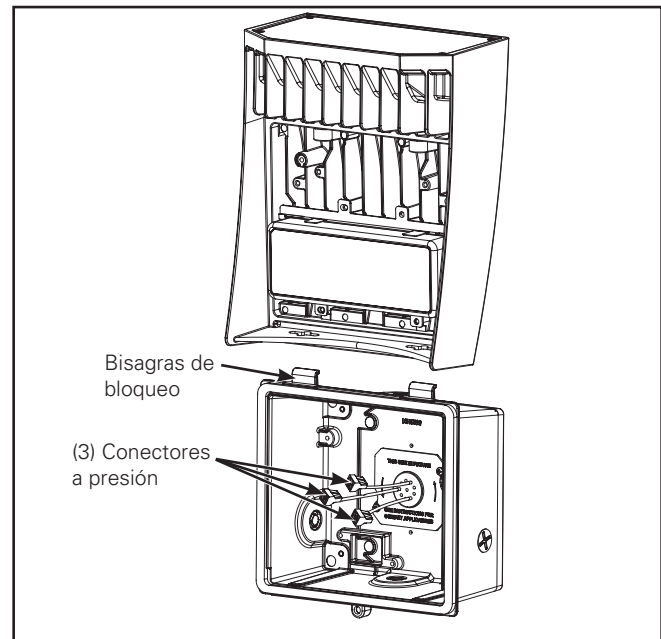

Figura 1.
1. Desatornille la puerta con el destornillador Phillips. Extraiga la puerta de la caja trasera y asegure la puerta en las bisagras de sujeción ubicadas en la parte superior de la caja trasera. (Figura 1.)
- Fije la puerta en las bisagras de bloqueo ubicadas en la parte superior de la caja trasera (Figura 1). Vuelva a conectar el cable con conexión a tierra de la cubierta frontal y los cables negros y blancos en el controlador. Utilice los conectores de sujeción a presión para realizar conexiones de luminarias y cables. (Ver la sección de Diagramas de cableado.)